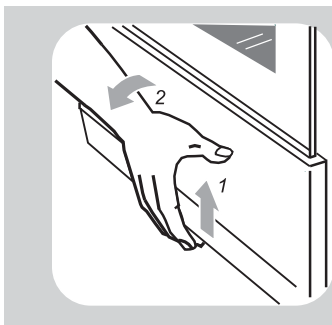

Рис. 18
- Плиты выпускаются двух исполнений: с выдвижным ящиком и с откидной дверцей. Чтобы открыть дверцу, ее нужно приподнять вверх и наклонить на себя (рис. 18).